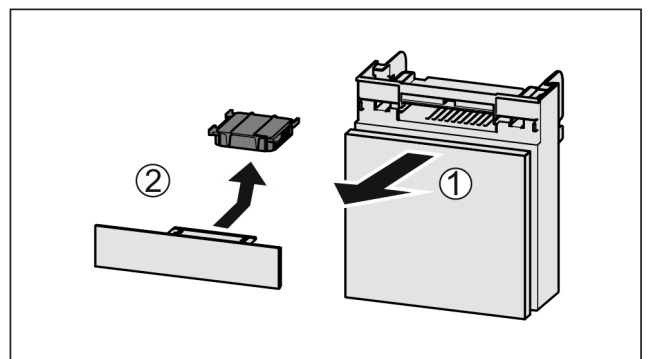

Fig. 186
- Retire el compartimento hacia delante Fig. 186 (1).
- Retire el filtro de carbón activo Fig. 186 (2).